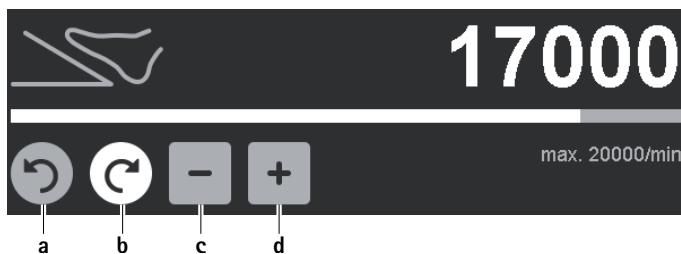

Fig. 6 Modificación del límite superior de velocidad/sentido de giro
- ▶ Modificación del sentido de giro: Accionar la tecla de selección de sentido de giro a derechas/giro a izquierdas **a/b** inactiva y gris, ver Fig. 6. Se cambia el sentido de giro de giro a derechas a giro a izquierdas y viceversa.